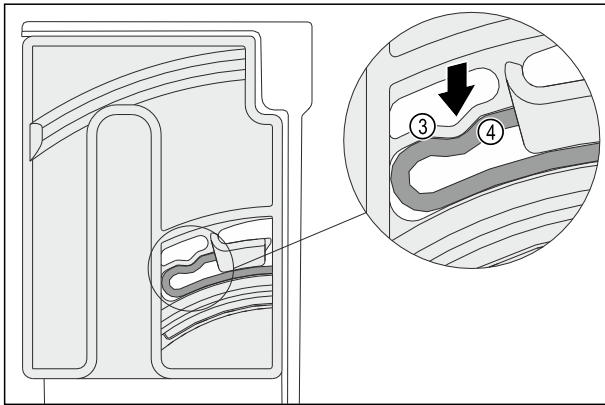

Fig. 118
- ▶ Elastisches Element Fig. 118 (3) der Dreheinheit rastet hörbar in der Rundform der Rippe Fig. 118 (4) ein.